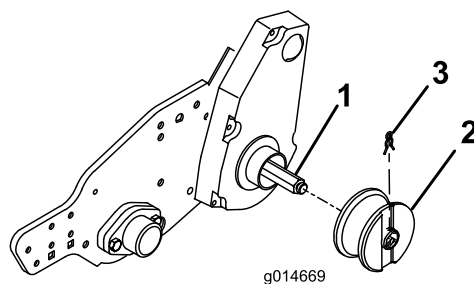

Figura 6
3. Insira uma roda da calha em cada eixo e prenda-a com um clipe de roda (Figura 6).